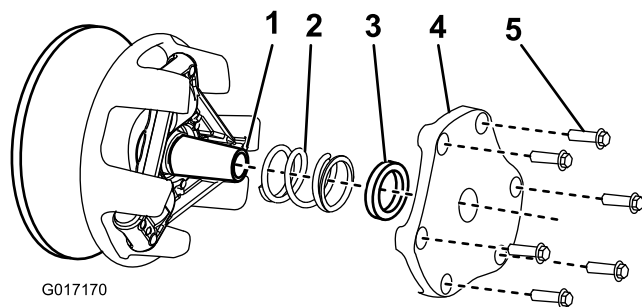

図 51
4. カバー、スペーサ、スプリングは脇において置く 図 51。